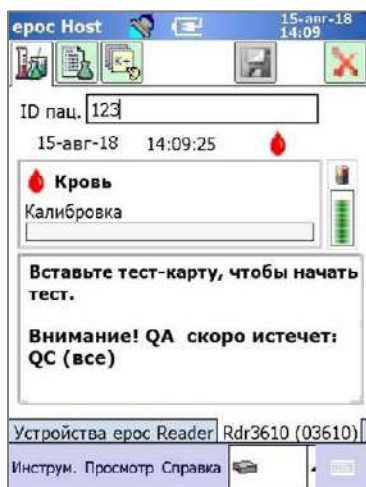

Рис. 53.
- **Период предупреждения** — это промежуток времени до истечения срока по графику, в течение которого устройство ерос Host будет отображать напоминание о том, что срок по графику скоро истечет (рис. 53).